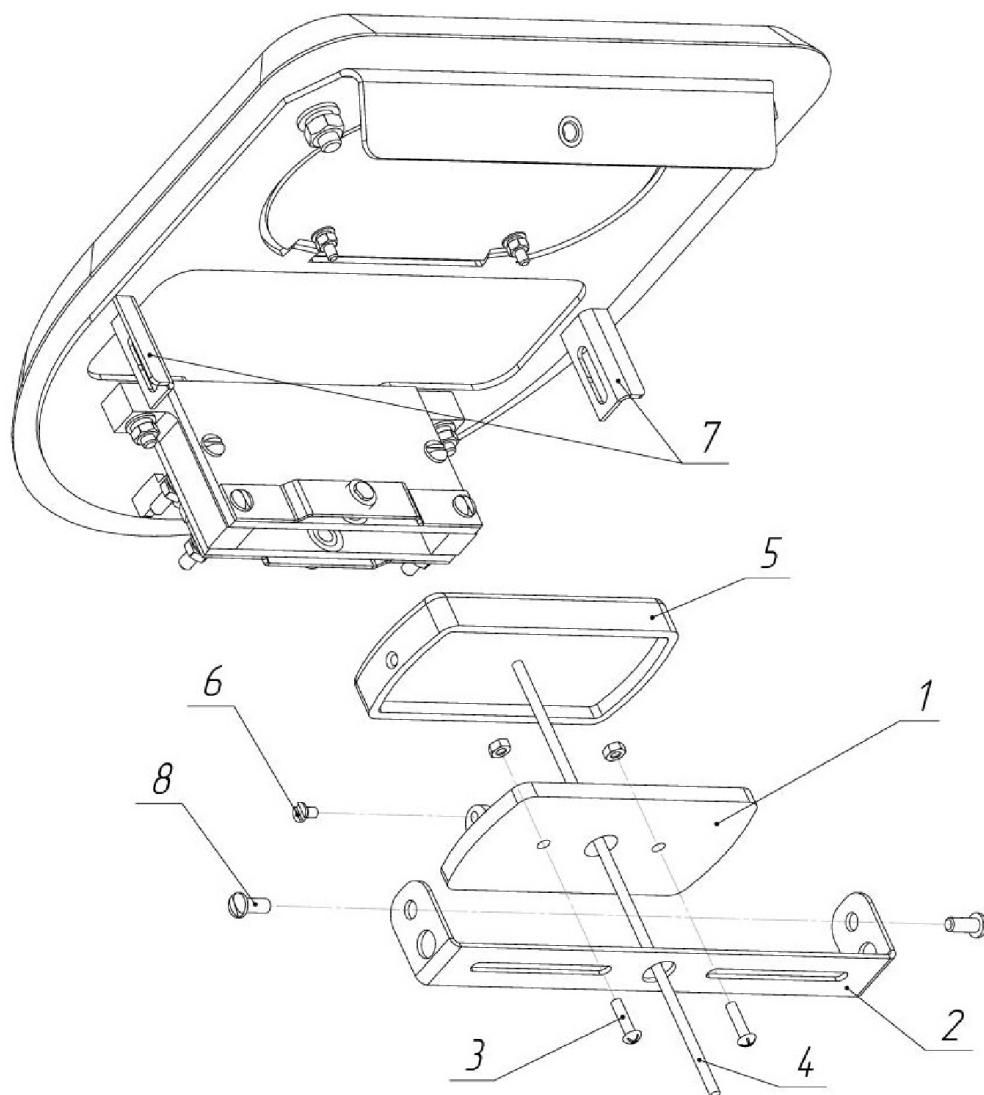
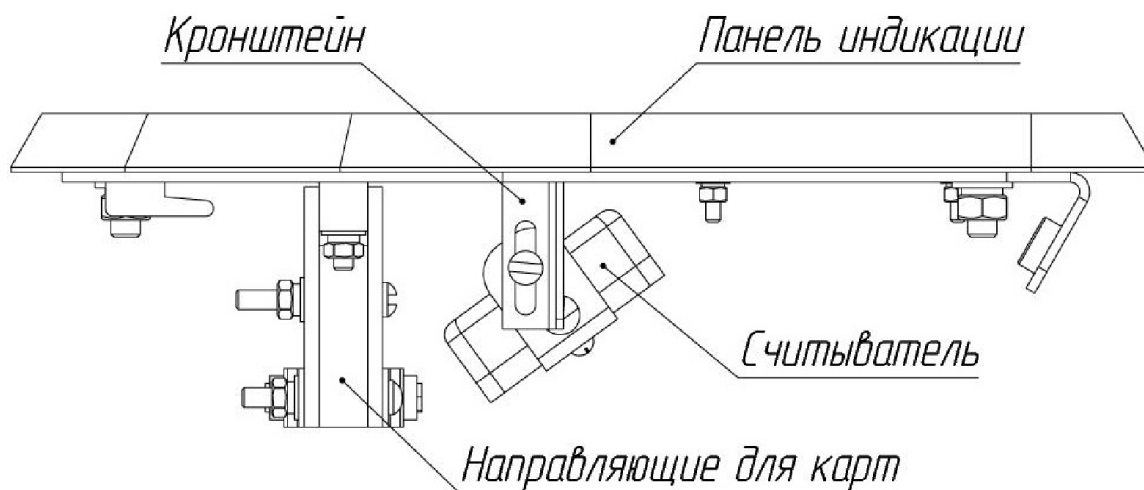

Рис. 6. Схема установки считывателя бесконтактных карт
Рис. 7. Рекомендуемый вариант установки считывателя бесконтактных карт
5.3. Выкрутите 2 винта М4 (8, рис. 6) и снимите универсальный кронштейн для считывателей (2, рис. 6).
5.4. Разберите считыватель, выкрутив винт М3 (6, рис. 6), и установите его нижнюю часть (1, рис.6) на кронштейн, используя крепеж : два винта М4 с гайкой, гровер- шайбой и шайбой (3, рис. 6).
5.5. Заведите кабель считывателя (4, рис.6) в отверстие кронштейна, установите верхнюю часть считывателя (5, рис.6). Закрутите винт М3 (6, рис. 6).
5.6. Зафиксируйте кронштейн на держателях (7, рис.6), используя винты М4 (8, рис.6).Рекомендуется устанавливать считыватель под углом 40...50°к направляющим для карт (рис. 7). В этом случае гостевые и постоянные карты будут считываться одинаково хорошо.